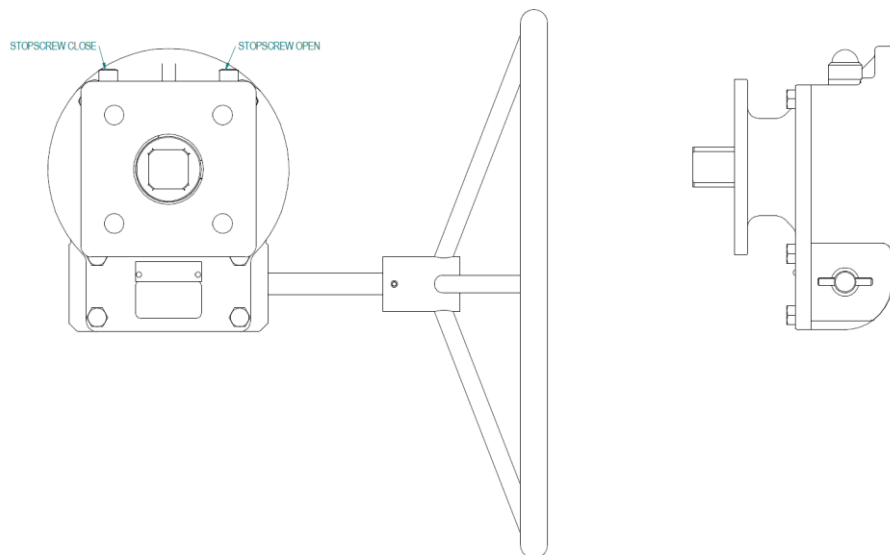

Figure 10: Ajustement de vis de butée de réducteur à main gauche ILG/S
5. Tournez le volant dans le sens anti horaire pour mettre le réducteur (et la vanne) en position complètement ouverte. Lorsque la position complètement ouverte ne peut pas être atteinte, dévissez la vis de réglage OPEN (voir figure 10) et vérifiez l'ajustement de la butée de course du actionneur. Continuez à tourner le volant jusqu'à ce que la vanne soit complètement ouverte.
8. L'actionneur doit aussi retourner la vanne à sa position complètement fermée. Lorsque la position complètement fermée ne peut pas être atteinte, desserrez la vis de butée-CLOSE du réducteur (voir la figure 10) et vérifiez le réglage de butée de course de l'actionneur.